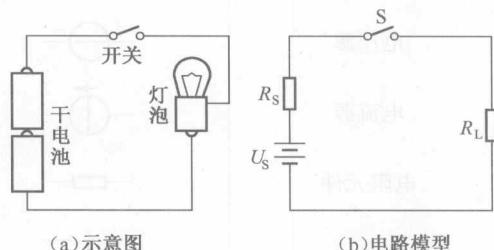

图 1.1.1 手电筒电路
电路即电流通过的路径。实际电路都是为完成某一特定任务，由一些电气设备或器件按一定方式用导线连接而成的。人们在生活、生产和科学实验中会用到各种各样的电路。如照明电路；电动机的控制电路；收音机、电视机中将微弱的电信号加以放大的电路；计算机的存储电路等。图 1.1.1 (a) 为手电筒实际电路的示意图，它由两节干电池、一只小灯泡、一个开关和连接导线组成。
① 本书中黑体字标注的名词均为电工基础理论中的概念术语。
对于图 1.1.1 所示的手电筒电路，合上开关，即有电流通过小灯泡，使其正常发光，电路的这种状态称为有载状态；如果卸下小灯泡，即使合上开关，电路中也不会有电流，这种状态称为开路；若此时用导线代替灯泡使电路接通，则电路中的电流会远远大于正常电流，电池很快被耗尽，这种情况称为短路。实际电路一旦发生短路，则可能导致电源设备的烧毁。所以，实际电路切忌短路②。
如果实际电路中的所有设备和器件都用理想元件组成的模型来代表，实际电路也就可以画成由各种理想元件（包括理想导线）的图形符号组成的电路图，这就是实际电路的模型，简称为电路模型。图 1.1.1 (b) 即为图 1.1.1 (a) 所示手电筒电路的模型。